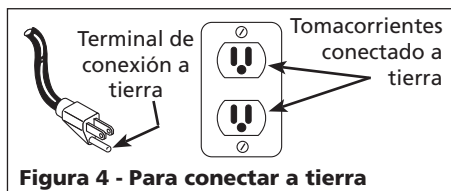

Figura 4 - Para conectar a tierra
4. Este producto se debe usar con circuitos de 120 voltios y tiene un enchufe similar al de la Figura 4. Cerciórese de que lo ha conectado a un tomacorrientes similar al enchufe. Este producto se debe conectar a tierra. En caso de que ocurra un cortocircuito, esto evitaría el riesgo de choque eléctrico al ofrecerle un cable de desvío a la corriente eléctrica. Este producto tiene un cordón con un alambre y terminal de conexión a tierra.